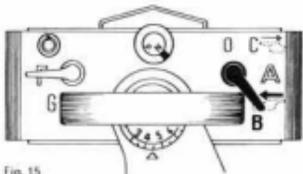

Fig. 15
**B** ← Zurückholen der Nadeln aus der Einlegestellung in die Arbeitsstellung, wenn Schloss rechts steht. Die vorlaufende Seitenkulisze ist ausgeschaltet. Der Pfeil zeigt die Schieberichtung des Schlosses nach links, Fig. 15. Nachdem 1 Gang so gestrickt ist Hebel auf A zurückstellen.